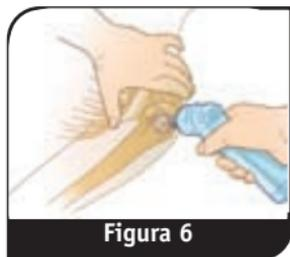

Figura 6
9. Inserire il set ago nel sito presso la testa dell'omero. (Figura 6)